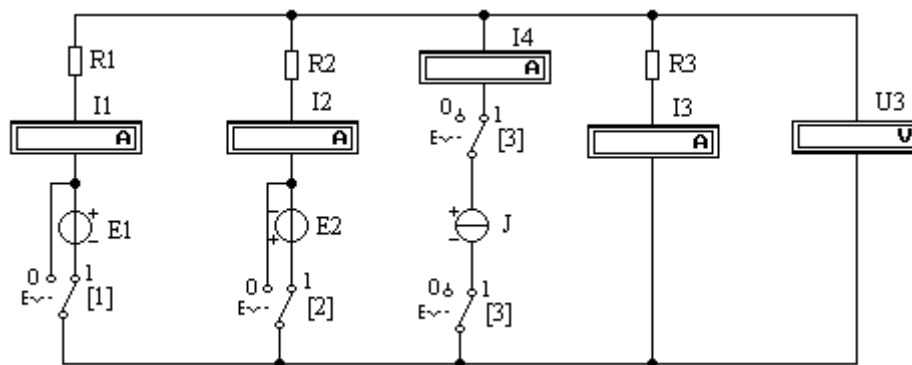
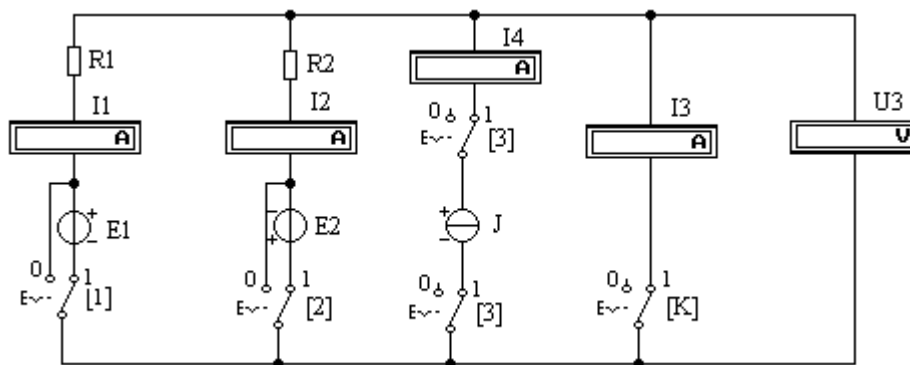

Рисунок 1
Рисунок 2
1. Собрать схему электрической цепи (рисунок 1). При сборке схемы амперметры и вольтметр подсоединить с соблюдением «полярности»
3. В схеме (рисунок 1) установить **все ключи в положение 1** (при необходимости нажать на клавиатуре клавиши 1, 2 и 3)
1. Собрать схему электрической цепи (рисунок 2). Для этого необходимо в схеме (рисунок 1) удалить элемент R3 и добавить ключ K.
2. Для определения параметра **эквивалентного генератора напряжения** $E_3 = U^{xx}$ в схеме (рисунок 2) установить **режим холостого хода**: переключатель «K» перевести в положение 0 (нажать на клавиатуре клавишу K).
4. Для определения величины $J_э$ (параметр эквивалентного генератора тока) в схеме (рис.2) установить **режим короткого замыкания**: переключатель «К» перевести в положение 1 (нажать на клавиатуре клавишу К). Кнопку (0-1) перевести в положение «(1)». По завершении автоматических расчетов кнопку (0-1) перевести в положение «(0)». Показания амперметра $I_3 = I_{кз} = J_э$ занести в таблицу расчетных и экспериментальных данных.
5. Для определения величины $R_э$ (параметр эквивалентного генератора) в схеме (рис.2) переключатель «К» и ключи 1, 2, 3 перевести в положение 0 (схема преобразована в пассивный двухполюсник). Вместо вольтметра (рисунок 2) подсоединить мультиметр